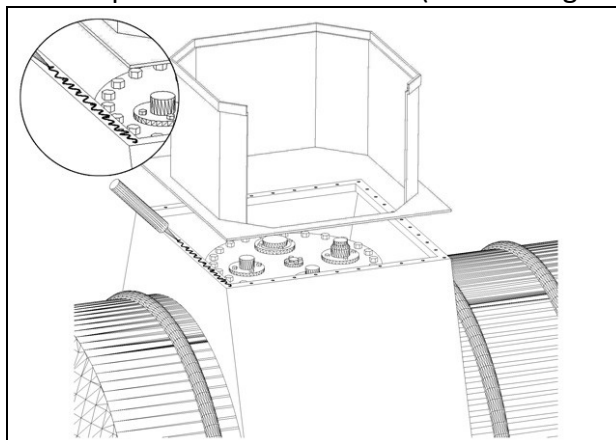

Figura 17 Incollaggio del pozzetto
- Stendere l'adesivo sulla superficie del semicollare (come in Figura 17)